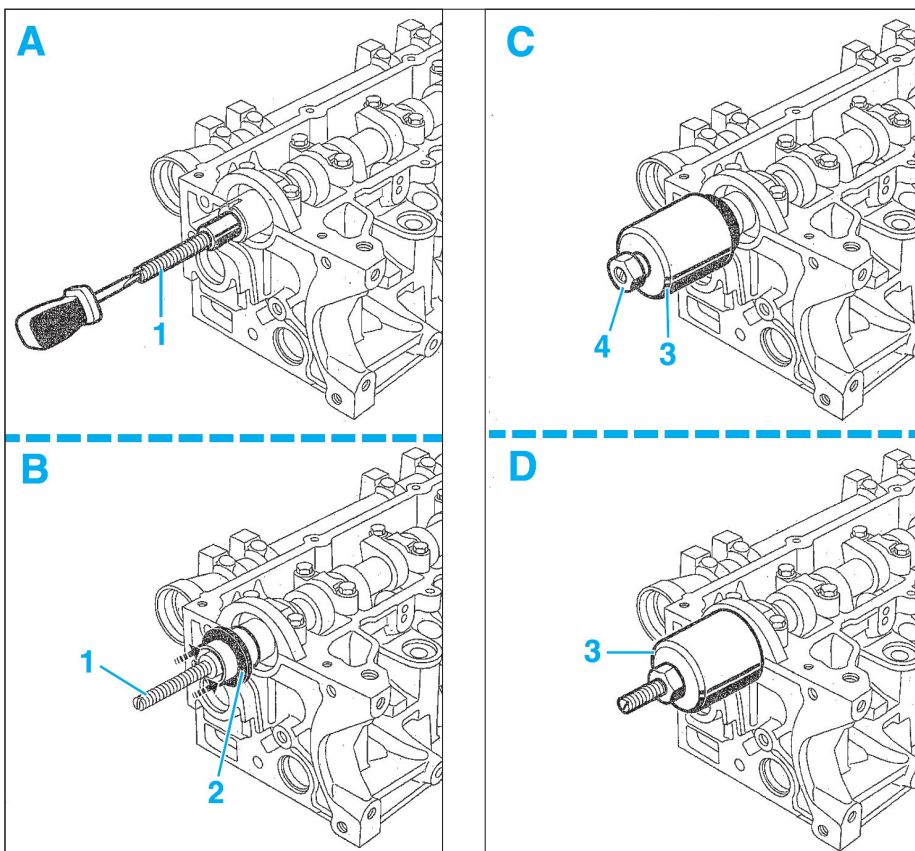

Fig. 81
1er type (A): joint en élastomère équipé d'un ressort (1) et d'une lèvre d'étanchéité en "V" (2). Ce type de joint se repose sur l'arbre à cames, intervalle de la lèvre préalablement graissée, à l'aide d'un mandrin de diamètre approprié, et doit être enfoncé à ras de la culasse (Fig.81).